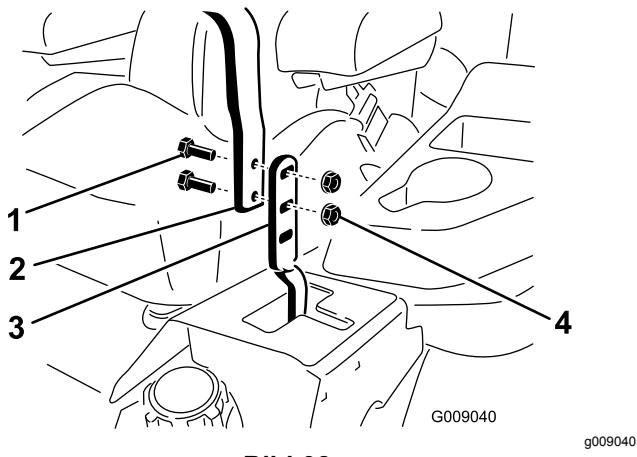

Bild 98
3. Lösen Sie die Schrauben und die Bundmuttern, die in den Hebeln installiert sind (Bild 98).